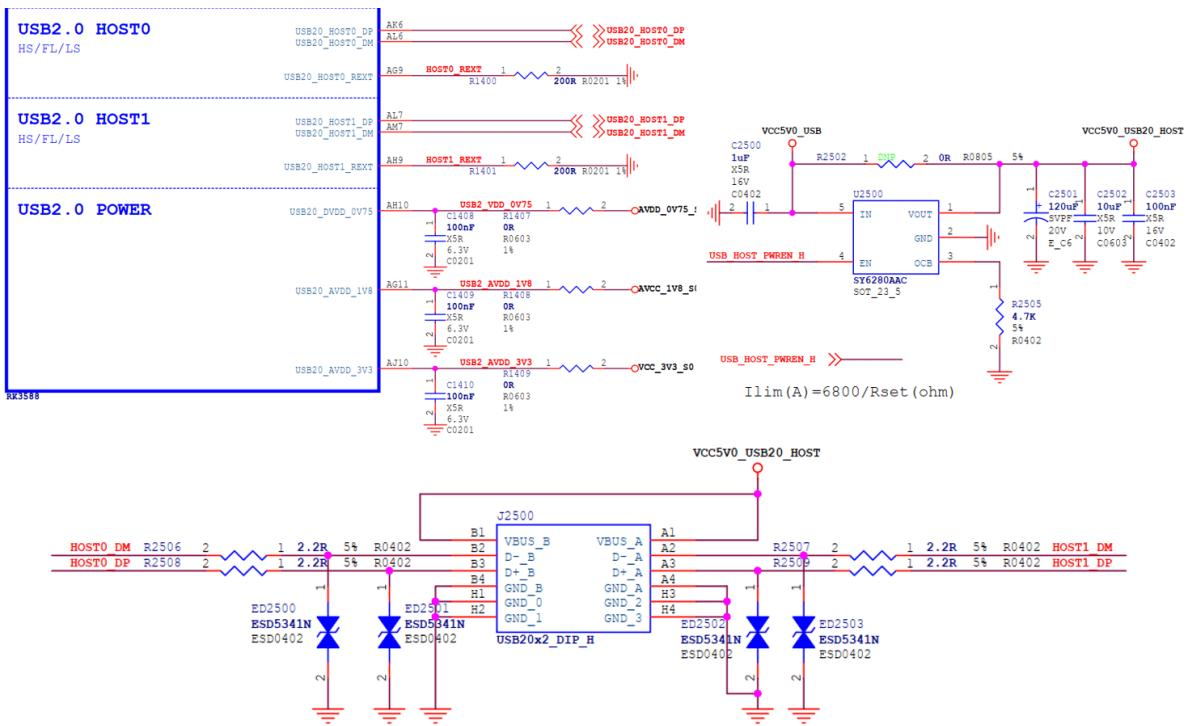

图 26 RK3588 Type-A USB 2.0 HOST 电路
1. USB 2.0 HOST0/1 共用 VBUS 供电电源 (VCC5V0\_USB20\_HOST)，由 GPIO 控制稳压芯片 SY6280AAC 输出 VBUS。最大输出电流由稳压芯片的 OCB pin 连接的电阻决定，最大电流  $I_{lim}(A)=6800/R_{set}(ohm)$ ，如下图 26 所示，VBUS 输出限流为 1.45A；